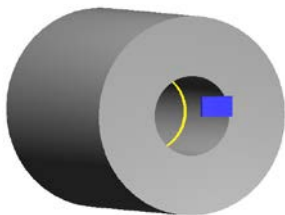

图 8.10.7 仿真结果
(1) 在“操作管理”中确认 节点被选中, 然后单击“验证选定操作”按钮 , 系统弹出“Mastercam 模拟器”对话框。
(2) 在“Mastercam 模拟器”对话框中单击 按钮, 系统将开始进行实体切削仿真, 结果如图 8.10.7 所示, 单击 按钮。